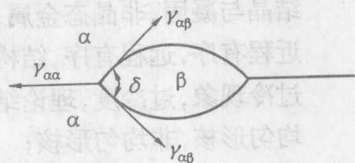

图 2-6
2.29 α 、 β 两相合金中,当数量较少的 β 相存在于基体 α 相的晶界上时,呈双球冠形,如图 2-6,若 $\gamma_{\alpha\beta} = \frac{2}{3} \gamma_{\alpha\alpha}$, 求 β 相所张的二面角 δ 。